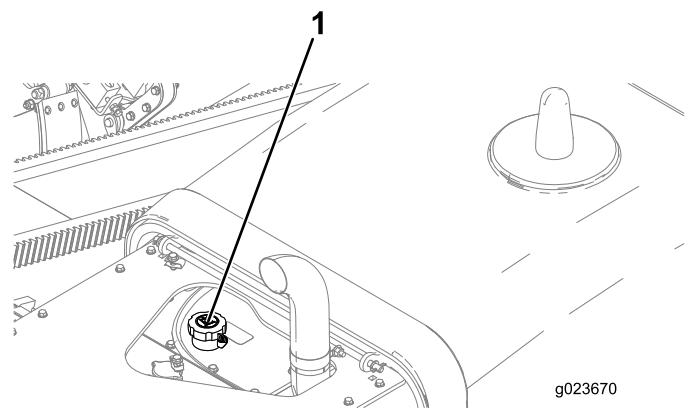

Рисунок 150
4. Если уровень низкий, откройте крышку гидравлического бака (Рисунок 150) и добавьте рабочую жидкость указанного типа, пока ее уровень не достигнет отметки «Полный» по указателю уровня.